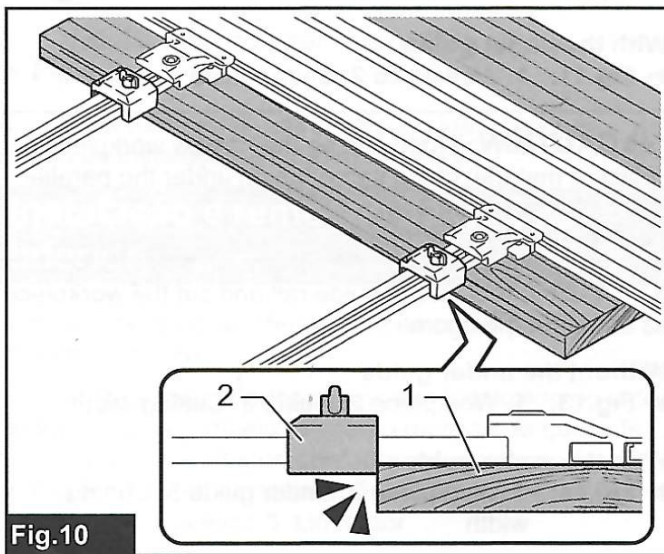

Fig. 10
► **Abb.10:** 1. Werkstück 2. Führung